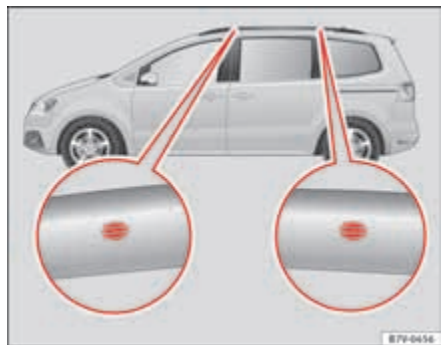

Abb. 101 Befestigungspunkte für Grundträger und Dachgepäckträger.
Die Bohrungen zur Positionierung befinden sich an den Innenseiten der Dachreling ⇒ Seite 149, Abb. 101.
- Die Grundträger nur an den in der Abbildung gezeigten Markierungen befestigen ⇒ Seite 149, Abb. 101.